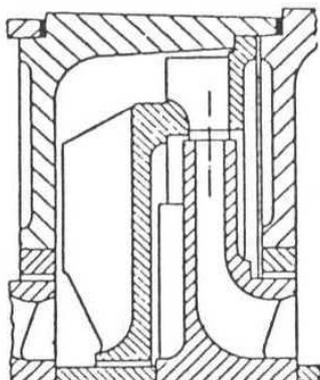

Fig. 8 Sección de un paso
5. Montar el primer rodete (230) sobre el eje.
6. Colocar el difusor del primer paso (171.1) y alinear la flecha con el centro del difusor (entrada) (fig. 8). En esta posición deberá hacerse una marca de control sobre el eje, a la altura del canto exterior de la carcasa de rodamiento (350.1) (ver fig. 10). Para efectuar la alineación se quitará el difusor ya colocado.